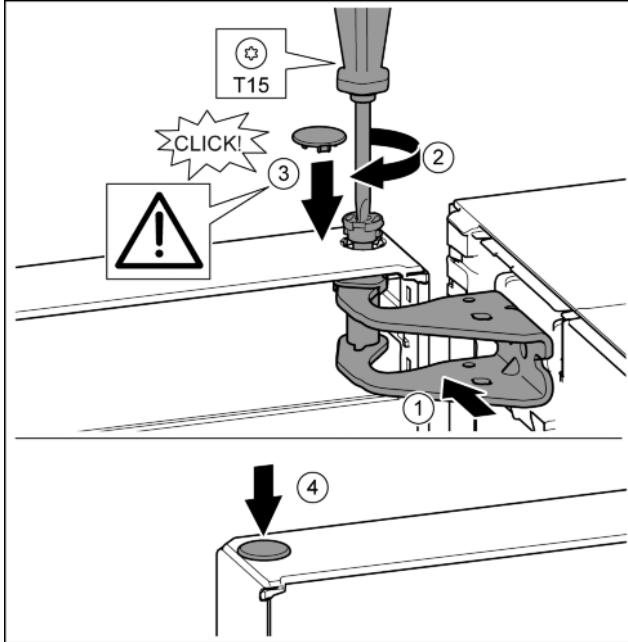

Fig. 23
- ▶ Allineare la porta in alto all'apertura nel blocco di supporto. *Fig. 23 (1)*
- ▶ Inserire i perni e stringere con il cacciavite T15. *Fig. 23 (2)*
- ▶ Montare la copertura di sicurezza a protezione della porta: inserire la copertura di sicurezza e controllare se appoggia sulla porta. Altrimenti inserire completamente il perno. *Fig. 23 (3)*
- ▶ Inserire i tappi. *Fig. 23 (4)*